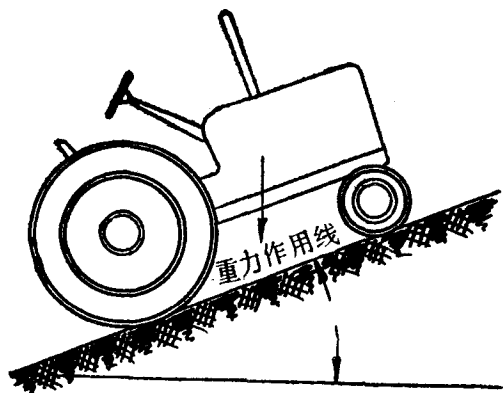

图2 拖拉机在纵坡上的稳定性
3. 拖拉机在什么情况下会翻车（拖拉机的稳定性）：拖拉机的稳定性，就是拖拉机在下坡、上坡或侧面倾斜时而不会翻车的能力。图2是一台拖拉机停在坡道上的情形。这时拖拉机的最大纵向稳定角取决于拖拉机重心的位置和前后轮间的距离。重心越低、前后轮距越大，纵向稳定性就越好。只要拖拉机的重力作用线不超过后轮和地面的接触点，拖拉机就不会翻车。一般轮式拖拉机的最大上坡稳定角（在非悬挂农具的状态下）是 40° — 45° 。